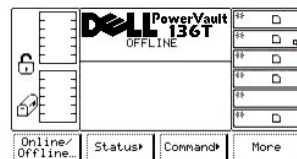

図 4. 確認完了ダイアログ
- 1 **OK** ソフトキーの下にあるボタンを押すと、図 4が表示されます。ライブラリはオフラインになります。